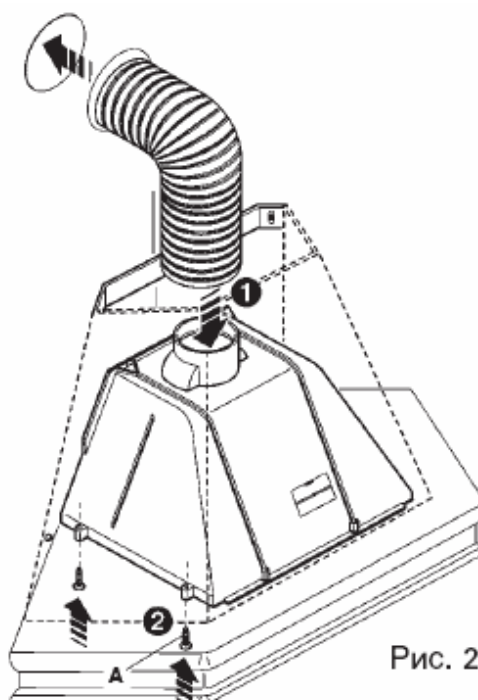

Рис. 2
- Теперь поднимите моторное устройство и закрепите его в нижней части вытяжки при помощи 4 болтов **A** (рис. 2).